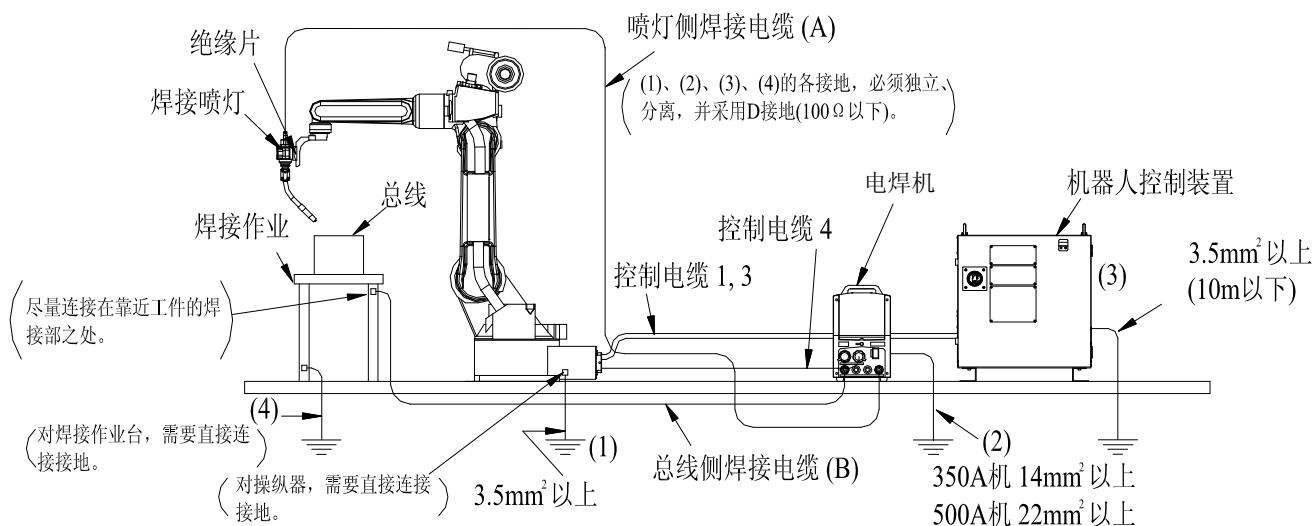

图 3.8.3 关于接地
为了安全，请采用图 3.8.3 的接地方法（D 种接地）（接地线由客户自备）。
- 如图 3.8.3 所示，(1)、(2)、(3)、(4) 的各接地必须是独立的，不得与其它电力、动力等的接地线、接地电极共享。